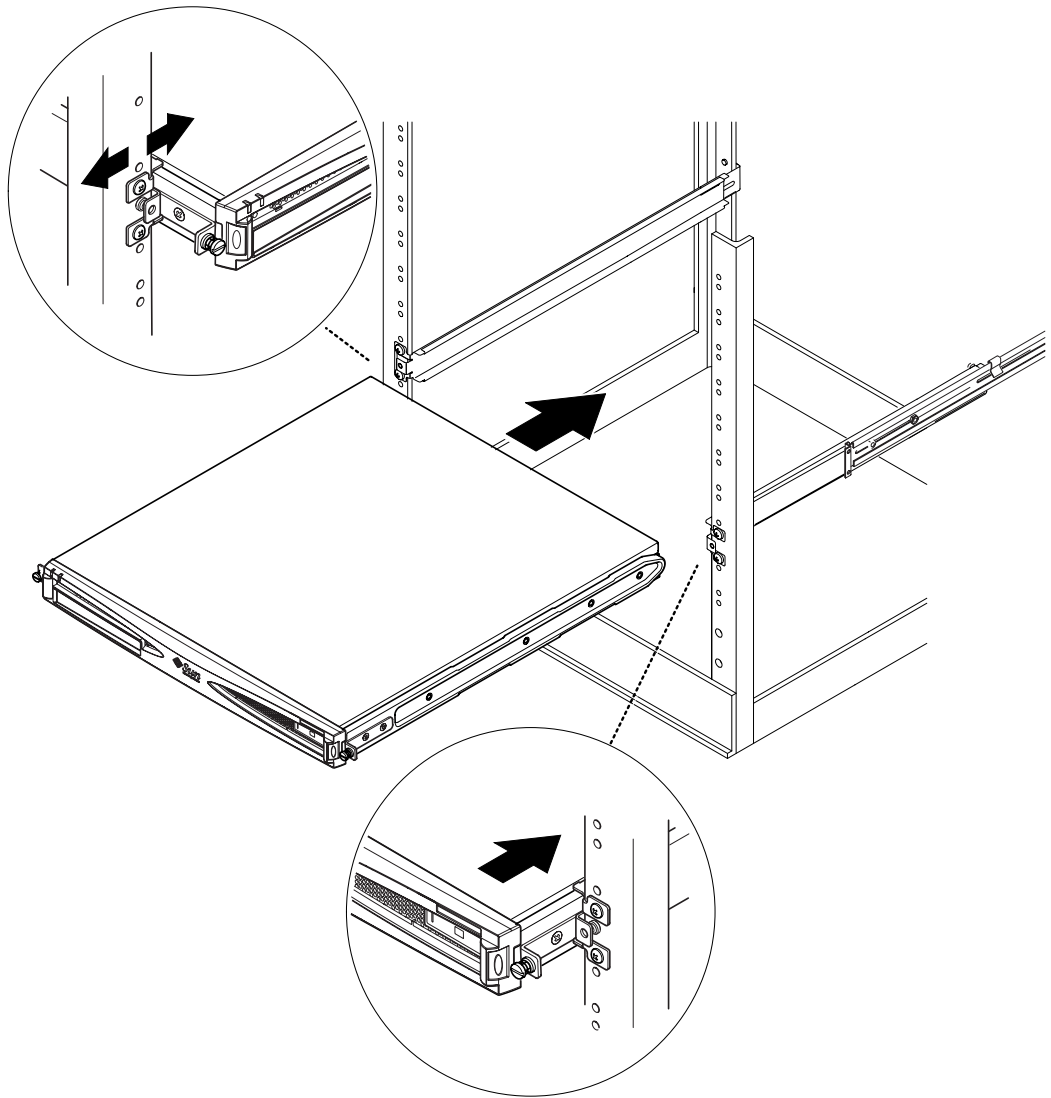

FIGURE 2-7 Insertion par glissement du serveur Sun Fire V100 dans un châssis standard de 19 pouces
7. Insérez le serveur dans le châssis en le faisant glisser (voir la FIGURE 2-7).